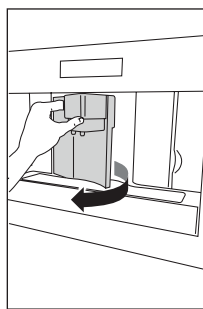

Рис. 23
- ▶ Откройте сервисную дверцу (Рис. 23).